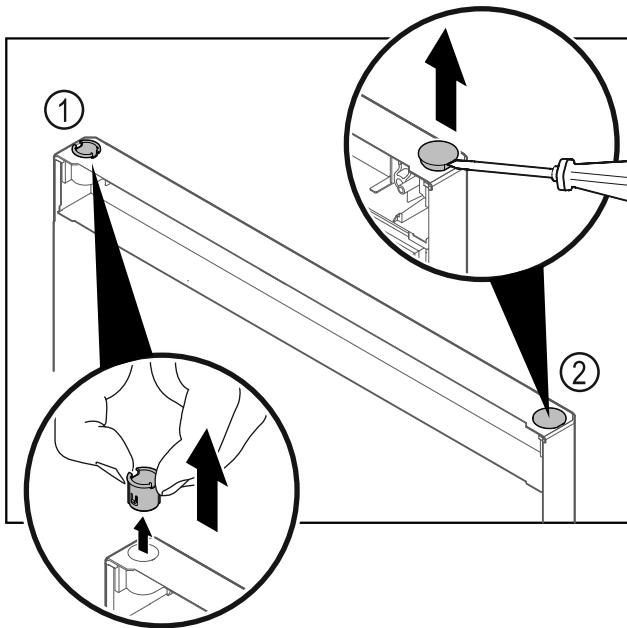

Fig. 27 Puerta del compartimiento frigorífico
- ▶ Extraer el casquillo de bisagra Fig. 27 (1) con los dedos.
- ▶ Levantar cuidadosamente el tapón Fig. 27 (2) con un destornillador para tornillos de cabeza ranurada y extraerlo.